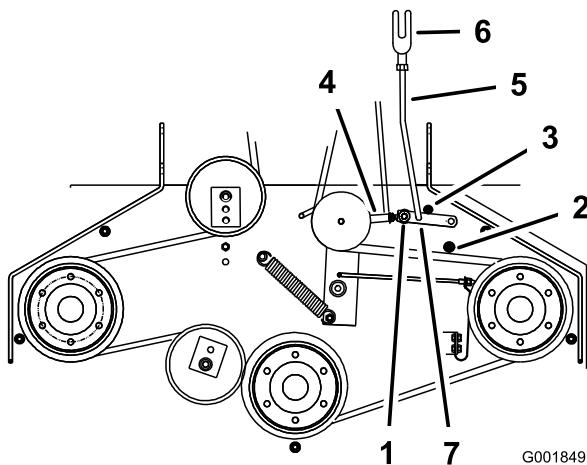

Figure 50
5. Vérifiez que le bras d'assistance est en appui contre la butée arrière sur le tablier (Figure 50).
7. Le bras d'assistance doit toucher la buté avant sur le plancher. Dans le cas contraire, réglez le levier coudé pour le rapprocher du renfort (Figure 50).
8. Pour ajuster la biellette du bras d'assistance, enlevez la goupille fendue du bras d'assistance (Figure 50).
11. Installez la biellette dans le bras d'assistance et fixez-la avec la goupille fendue (Figure 50).